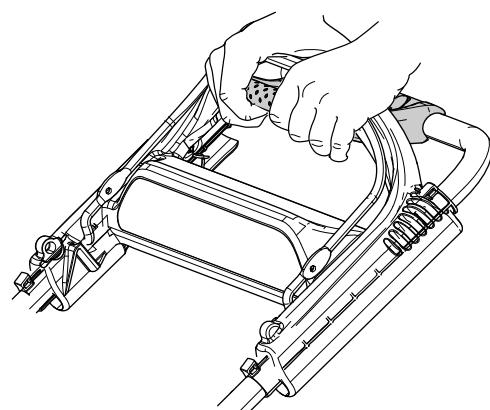

Рисунок 16
1. Вытяните вперед концы пальцев и возмитесь за углы вспомогательной ручки привода тяги (Рисунок 16).